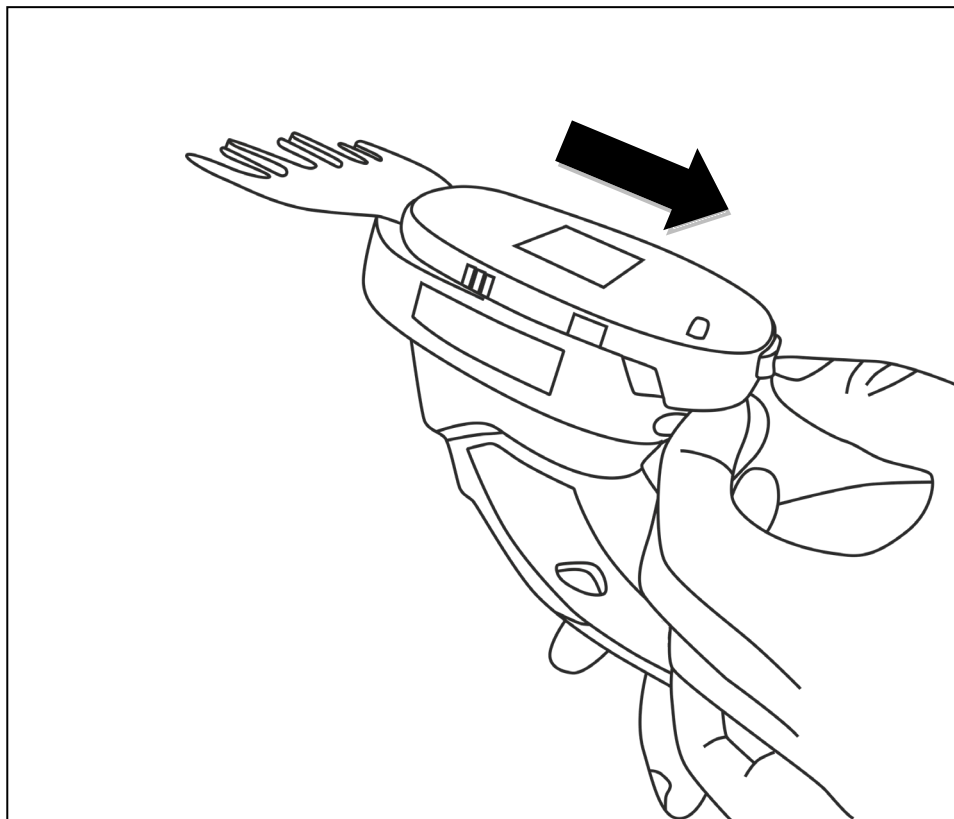

Рис. 2. Снятие крышки с триммера-кустореza.
6.1.1. Установите / замените лезвие. Для установки / замены лезвий вам потребуется сдвинуть крышку, как показано на рисунке Рис. 2.